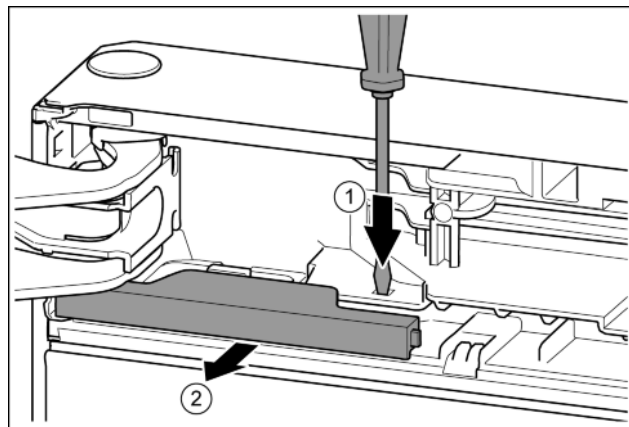

Fig. 10
- ▶ Plochým šroubovákem lamelu přitlačte. Fig. 10 (1)
- ▶ Kryt vytáhněte ze zarážky. Fig. 10 (2)